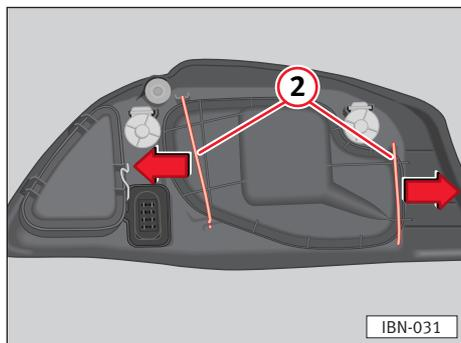

Fig. 149
- Premere i sostegni ⇒ fig. 149 ② verso l'esterno, nel senso indicato dalle frecce ed estrarre il coperchio.